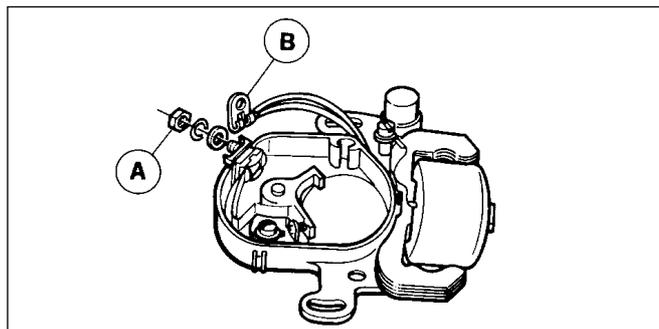

Abb. 7
- Entfernen Sie die Haltemutter **A** der Unterbrecherkontaktanschlussschraube (Abb. 7).